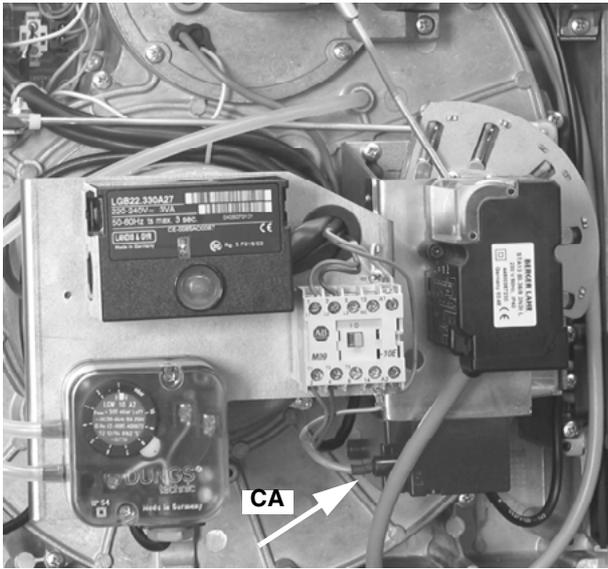

Fig. 54
- 3 Desconectar establo de encendido CA del transformador de encendido (Fig. 54).